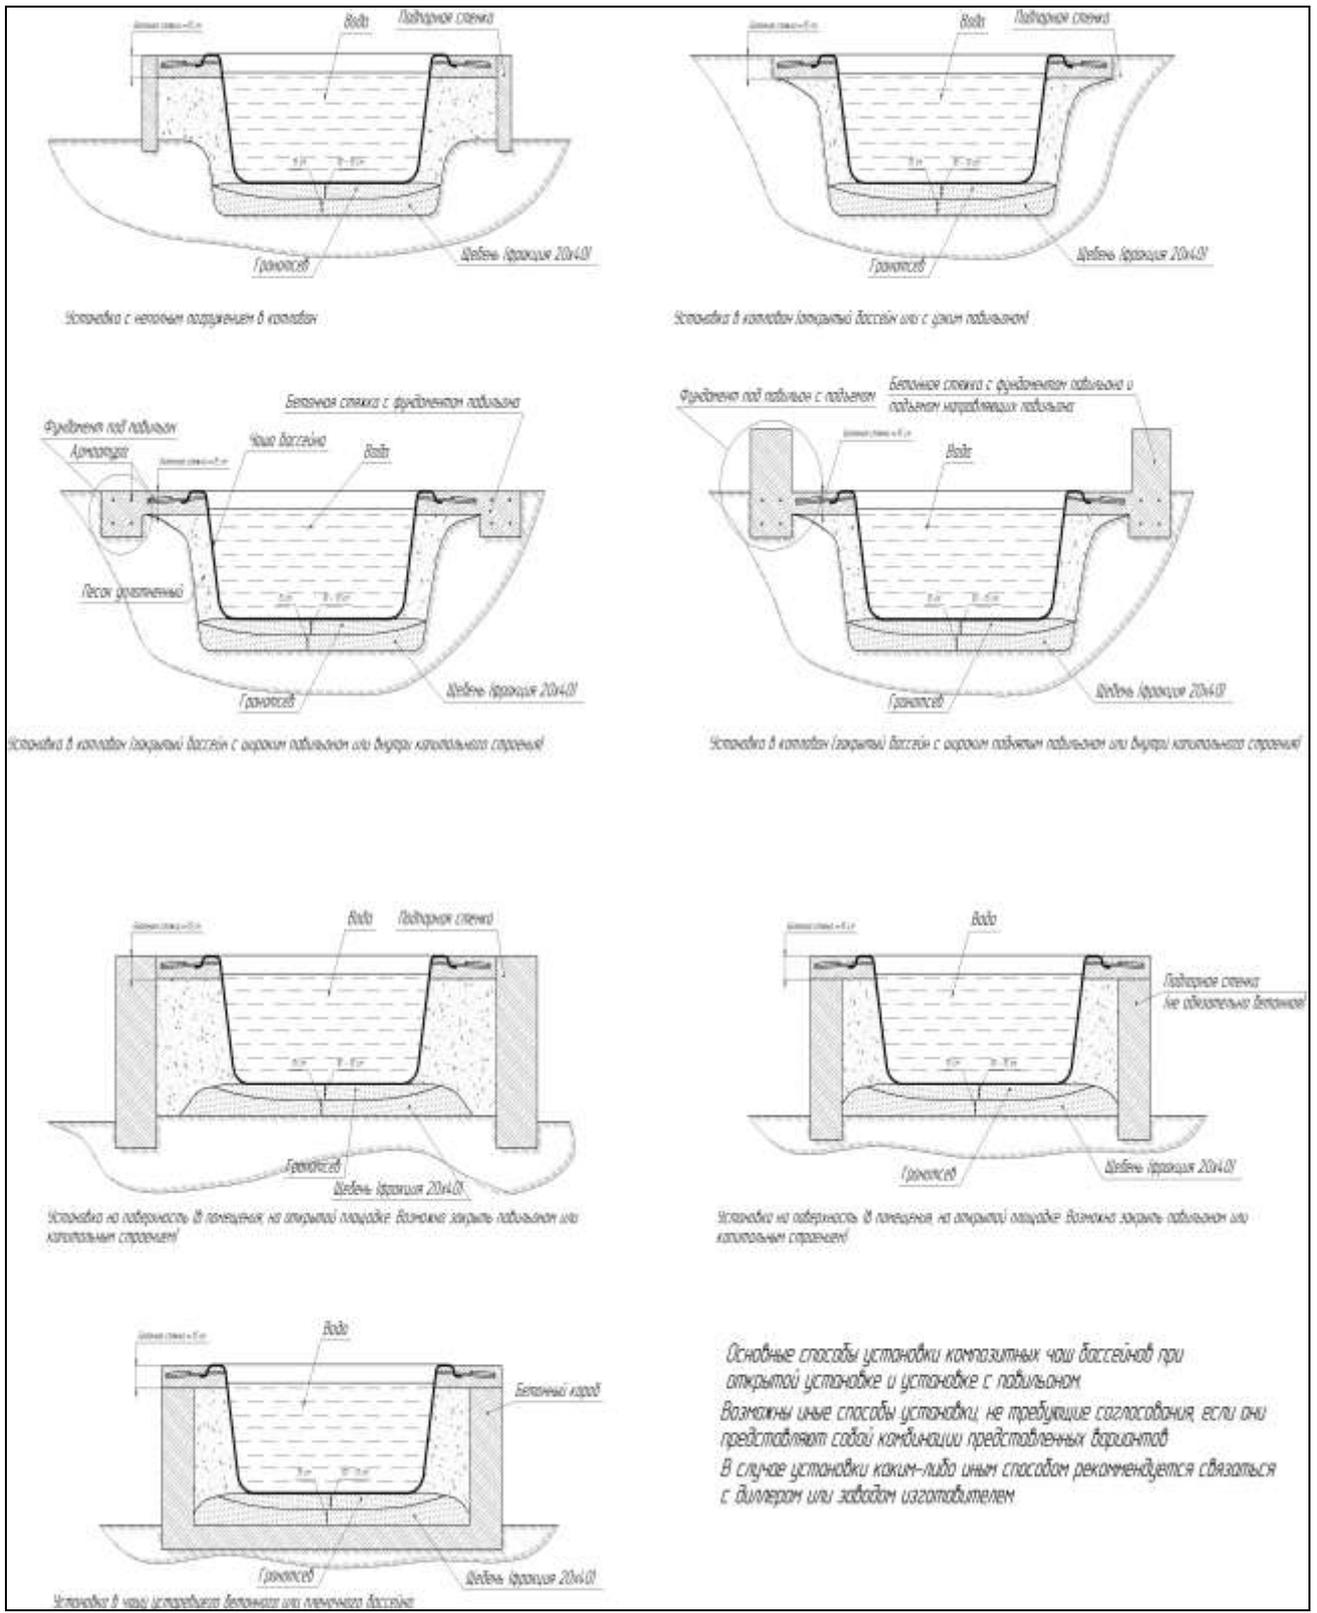

Рис.1.1 Варианты установки чаши бассейна
- способ установки бассейна (возможные способы представлены на рис. 1.1)